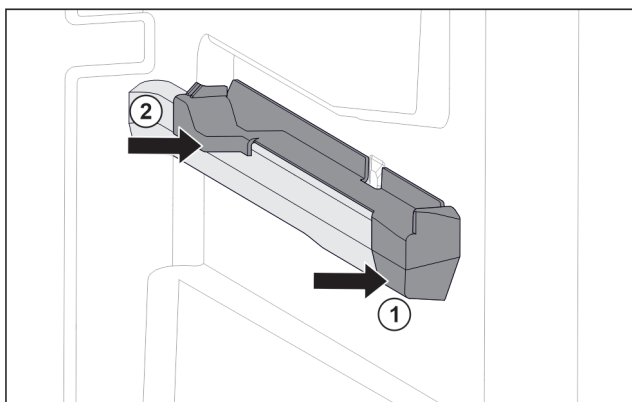

Fig. 104 Piesă de fixare pe nervura din dreapta a recipientului
- ▶ Așezați piesa de fixare în față pe nervura recipientului. Fig. 104 (1)
- ▶ Apăsați piesa de fixare spre spate. Fig. 104 (2)